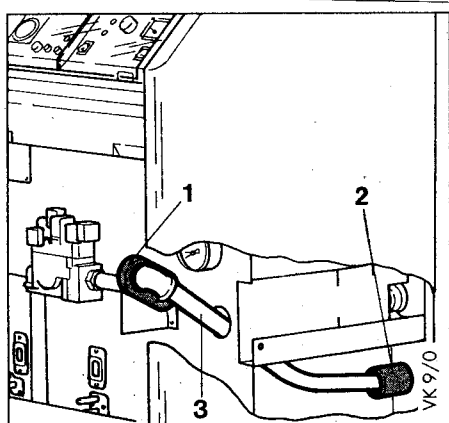

Рис.8
Удалить транспортировочную заглушку (1) (рис.8). С помощью газовой подсоединительной трубы (3) выдвинуть пластмассовую заглушку (2) назад из облицовки котла. Смонтировать газовую присоединительную трубу с уплотнением для газа.
Переключение режима работы циркуляционного насоса системы отопления может быть осуществлено переключением штеккера НР в другое положение. (См. рис.8 на стр.18.)